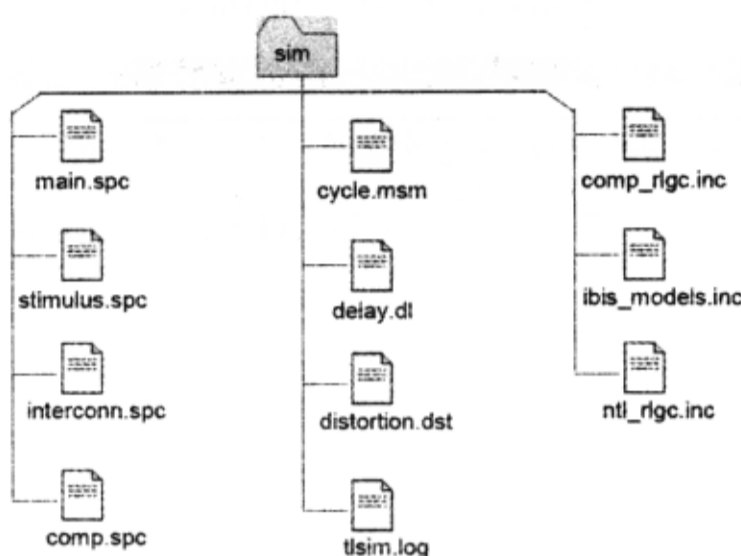

图 3-8-50 仿真文件的 Sim 目录结构
(3) 仿真文件的 Sim 目录结构如图 3-8-50 所示。